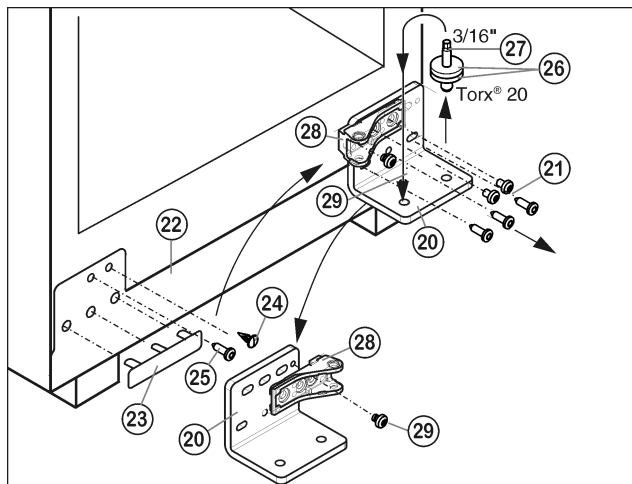

Fig. 21
- Desatornille el soporte de cojinete Fig. 21 (20) junto con el perno de cojinete Fig. 21 (27) (3 Torx 25) Fig. 21 (21). Al hacer esto, sujete el panel Fig. 21 (22) para que no se caiga.
- Desmonte con cuidado la cubierta en el lado del tirador Fig. 21 (23) y los tapones Fig. 21 (24) y cámbielos al lado opuesto.
- Desenrosque el tornillo Fig. 21 (25) y cámbielo al lado opuesto. Al hacer esto, sujete el panel para que no se caiga.
- Desatornille la pieza de cojinete Fig. 21 (28) y vuélvala a atornillar Fig. 21 (29) girándola 180°.
- Desatornille el perno de cojinete Fig. 21 (27), cámbielo de sitio junto con la arandela de cojinete y el anillo de cojinete Fig. 21 (26) y atornillelo **con 3 lb-ft (4 Nm)** para fijarlo.
- Vuelva a atornillar Fig. 21 (21) el soporte de cojinete Fig. 21 (20) en el nuevo lado de la bisagra **con 3 lb-ft (4 Nm)** ; dado el caso, utilice un destornillador de batería. Monte primero el tornillo intermedio inferior y, después, los demás tornillos.
- Asegúrese de introducir las arandelas de cojinete Fig. 21 (26) en el perno de cojinete inferior Fig. 21 (27).
- Coloque la puerta desde arriba sobre el perno de cojinete inferior Fig. 21 (27).
- Desenrosque el tornillo intermedio del soporte de cojinete inferior Fig. 21 (20).
- Dado el caso, alinee la puerta a través de los dos agujeros oblongos en el soporte de cojinete inferior Fig. 21 (20) a ras de la carcasa del aparato.